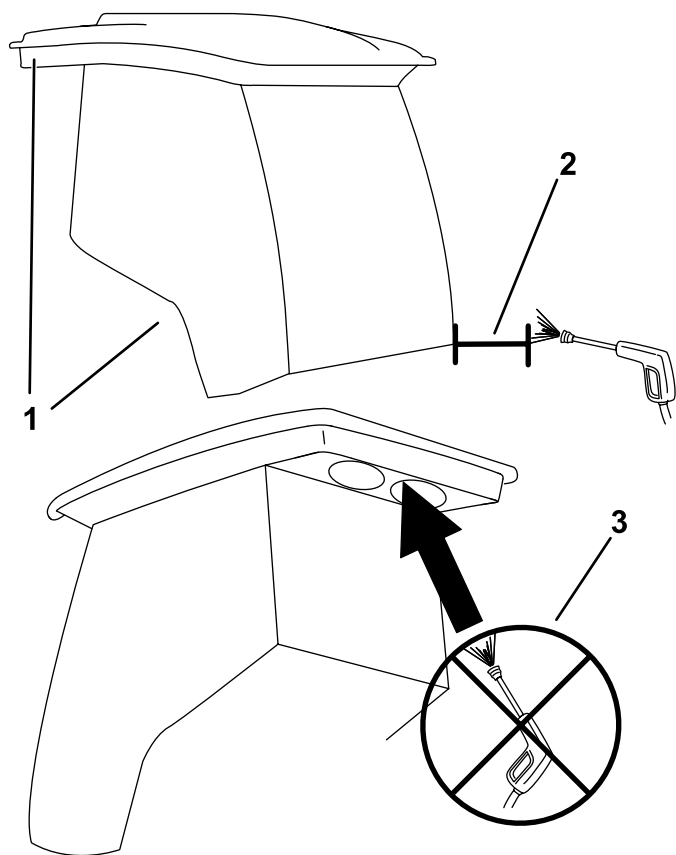

Figura 82
**Importante:** Prestate attenzione alle guarnizioni della cabina (Figura 82). Se utilizzate una lancia a pressione, mantenete l'asta di lavaggio ad almeno 0,6 m di distanza dalla macchina. Non utilizzate la lancia a pressione direttamente sulle guarnizioni della cabina o sotto la sporgenza posteriore.